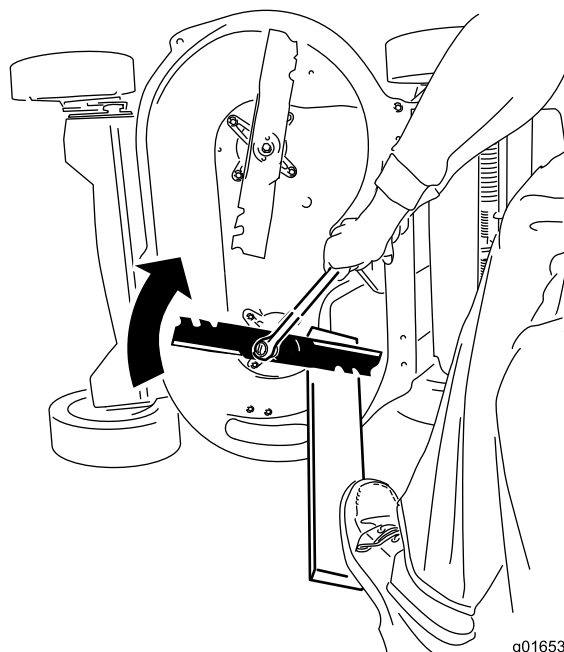

Figura 45
2. Fissate ogni lama con una tavola e ruotate in senso orario con una chiave torsiometrica come mostrato in Figura 45; serrate il bullone della lama a 82 Nm.